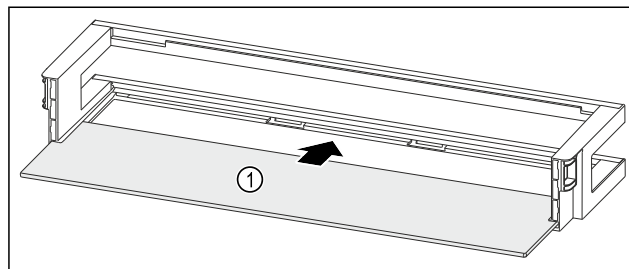

Fig. 94 Polica u vratima s policom za odlaganje
- Policu za odlaganje Fig. 94 (1) gurnite u bočne otvore.